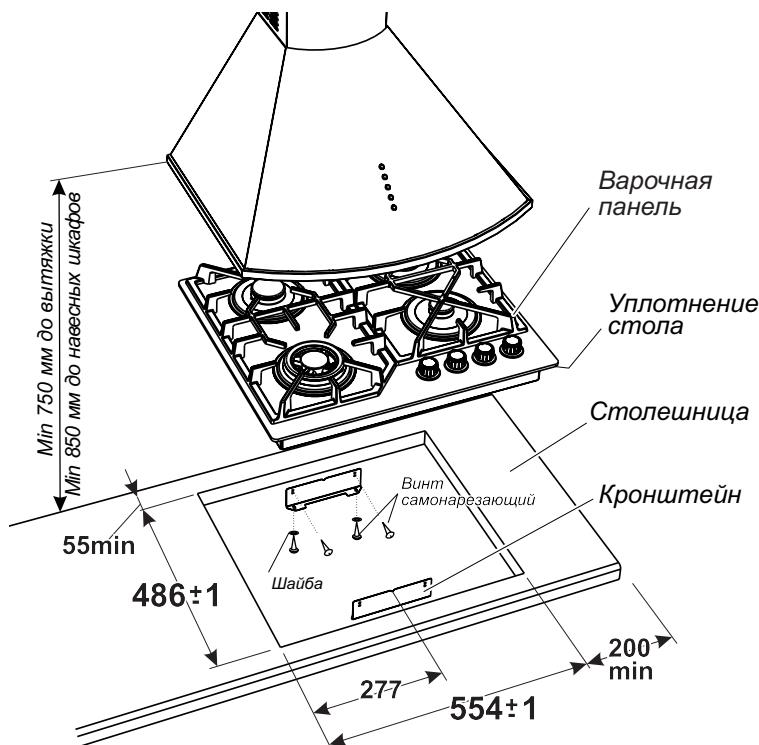

Рис. 8
1. Точно разметить на столешнице контур проема под варочную панель в соответствии с рис. 8, 9, 10, 11, 12, 13, 14.